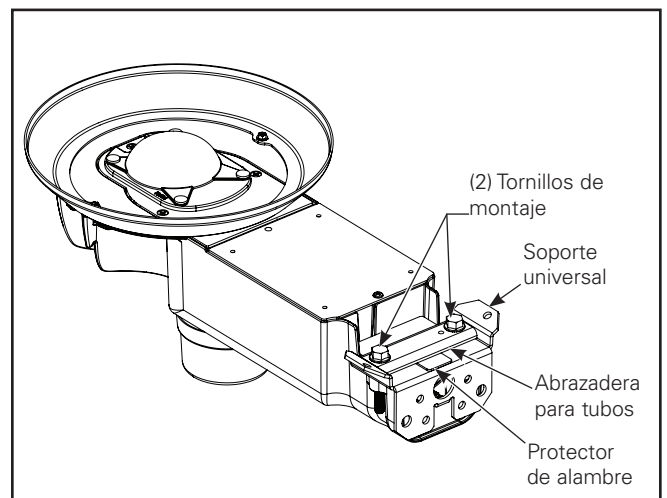

Figura 1.
1. Use una llave de tubo de 1/2 "para quitar el soporte de montaje en pared / poste del accesorio y deje a un lado dos pernos de montaje del accesorio y un blindaje de alambre. Deseche la abrazadera de sujeción del tubo. (Figura 1.)
1. Use una llave de tubo de 1/2 pulg. para quitar el soporte de sujeción de la tubería de la luminaria y deje a un lado dos pernos de montaje del accesorio. Deseche el soporte de montaje en pared / poste y el protector de alambre. (Figura 1.)